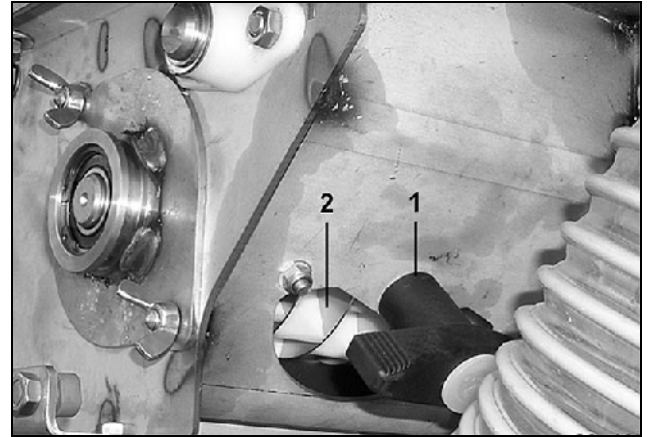

Fig. 117
- Restentleerungsklappe (Fig. 117/2) durch Drehen des Griffes (Fig. 117/1) öffnen.
- Restentleerungsklappe (Fig. 117/2) schließen und den leeren Saatgut-Auffangbehälter am Saatgut-Behälter befestigen.